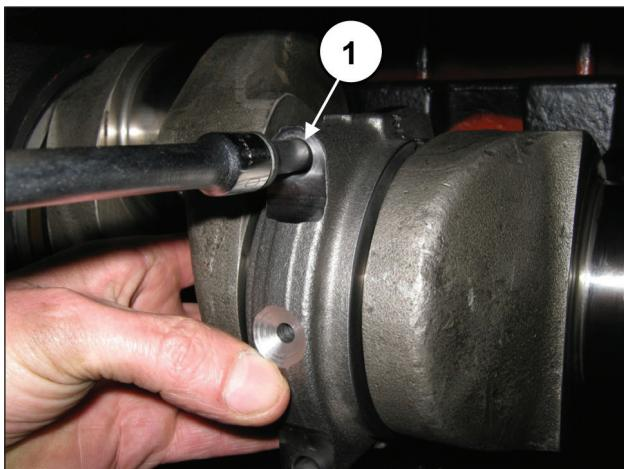

图 70
将连杆帽固定到半连杆 · 可使用螺栓M10x1.5x80 (①, 图 70)。